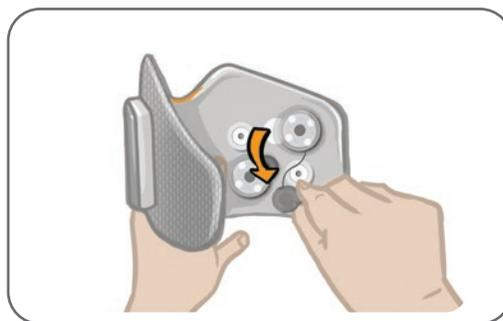

Abbildung 11-9: Entfernen der gebrauchten Elektrodenbasen
3. Nehmen Sie die gebrauchten Elektrodenbasen aus der Manschette heraus. Siehe Abbildung 11-9.